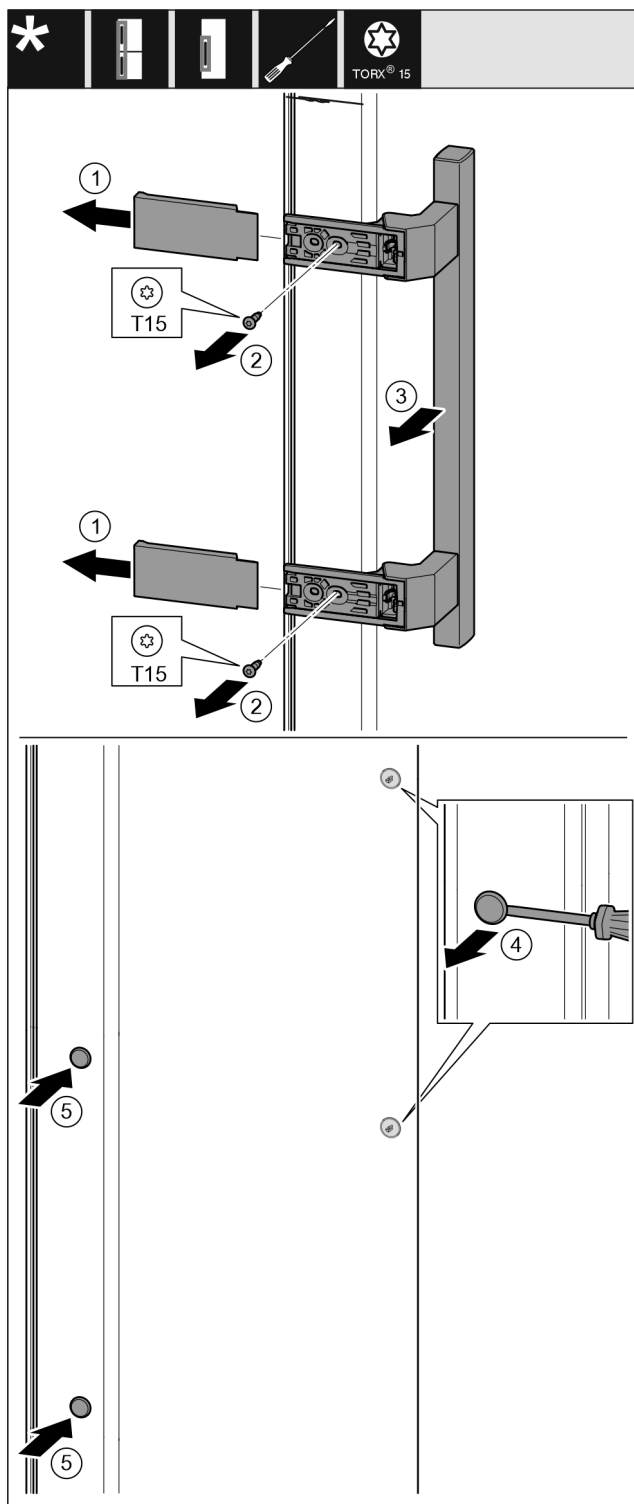

Fig. 19
- ▶ Снимите крышку. Fig. 19 (1)
- ▶ Выкрутите винты отверткой T15. Fig. 19 (2)
- ▶ Снимите ручку. Fig. 19 (3)
- ▶ Осторожно приподнимите шлицевой отверткой боковые заглушки и выньте их. Fig. 19 (4)
- ▶ Снова вставьте заглушки с другой стороны. Fig. 19 (5)